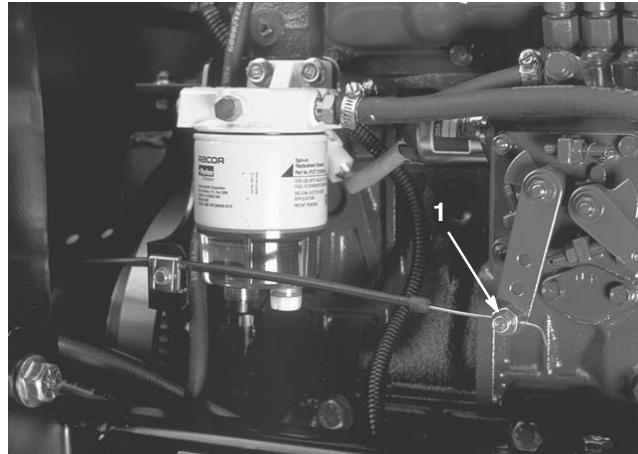

Figure 47
2. Desserrez le connecteur du câble d'accélérateur sur le bras du levier de la pompe d'injection (Fig. 47).